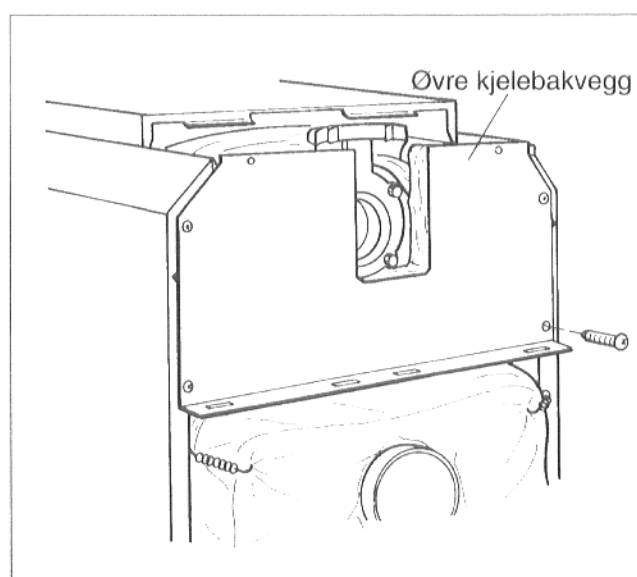

Fig. 42
- Øvre bakvegg stikkes opp under bakre topp-plate og skrues fast til sideveggene med fire plateskruer fra baksiden (Fig. 42).